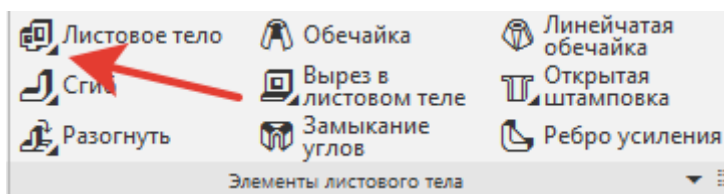

Рисунок 39.
3. На инструментальной панели открываем  **Листовое моделирование**. – **Элементы листового тела** -  **Листовое тело** (рисунок 39).